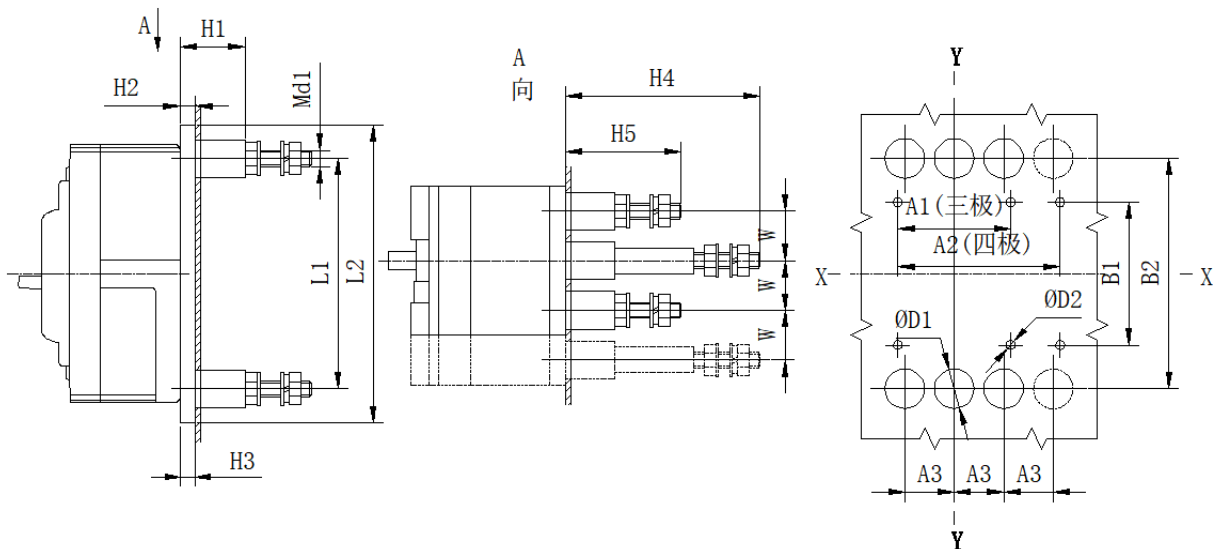

图 3
5.2 HSM6-63、125、250 板后接线外形及安装、开孔尺寸见图 3、表 9